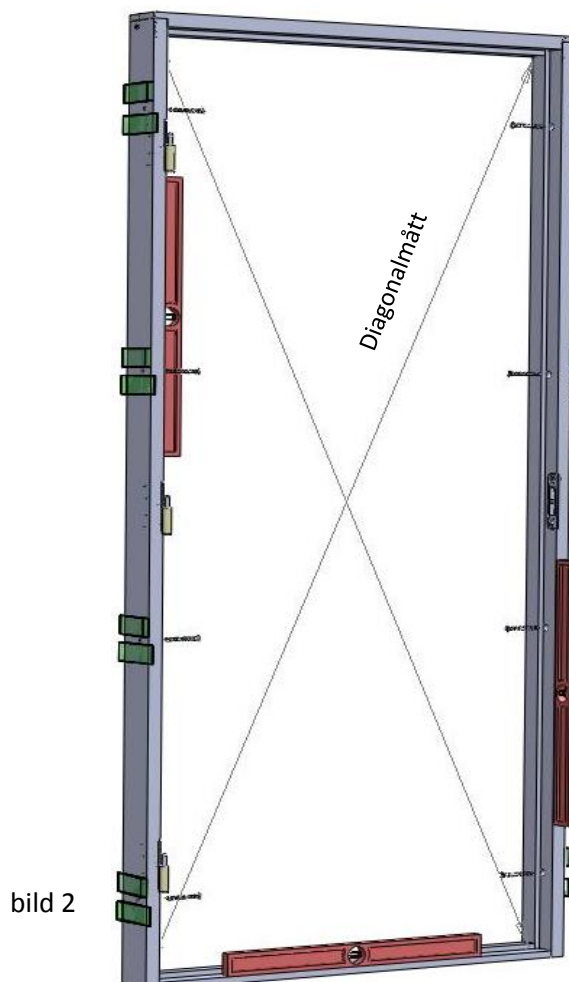

bild 2
- 3.) Karmen kilas in med parvis placerade kilar vid karmens 8 förborrade fästpunkter. (bild 2)
- 7.) När karmen är monterad ska den vara rätt i lod och våg. (bild 2)
- 8.) Kontrollera även att diagonalmåtten är lika långa. (bild 2)